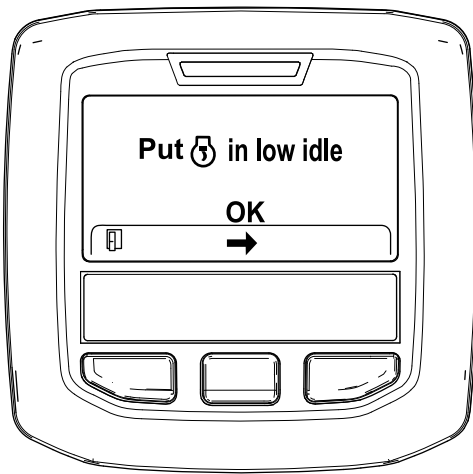

Figure 30
6. Placez la commande d'accélérateur en position de RALENTI et appuyez sur le bouton central (Figure 30).